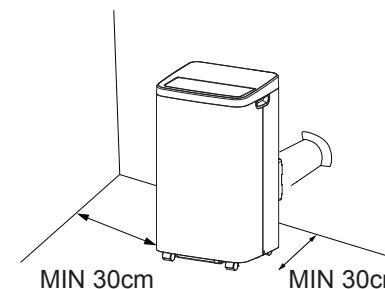

Fig. 5
Indien nodig kan uw apparaat ook semipermanent worden geïnstalleerd (fig. 5)Ga als volgt te werk:
- Stop het andere uiteinde van de slangmontage in de accessoire die u eerder op de muur hebt bevestigd zoals weergegeven in (fig. 5)